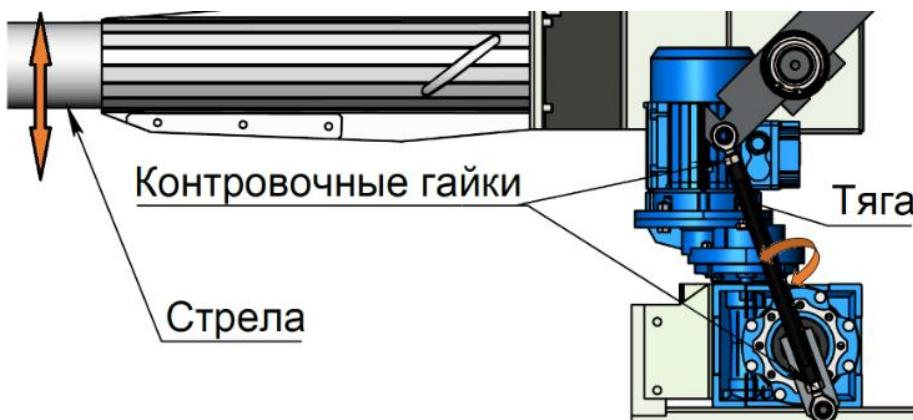

Рисунок 6
- Ослабит контролевые гайки на Тяге (см. Рисунок 6).